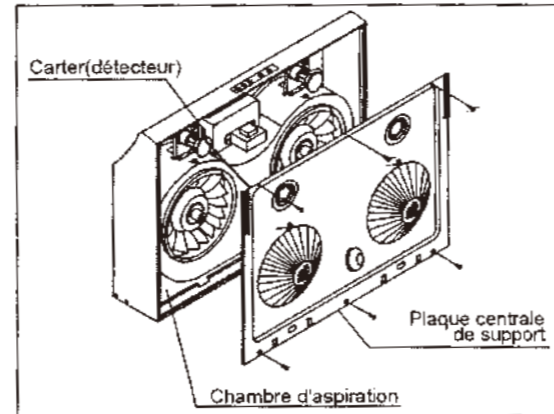

Fig. 12 Enlevez la plaque centrale de support
7. Desserrez les vis de la plaque centrale de support avec un tournevis philips. Enlevez la plaque puis tirez les carters électriques du détecteur. Après le câble d'alimentation, veuillez vous assurer que les carters du détecteur ont été remis en place à l'intérieur avant de revisser la plaque au-dessus. (Fig.12/13)